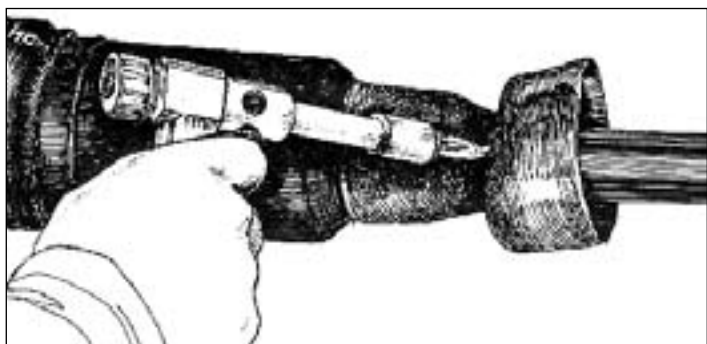

Рис. 4.3. - Усадка трубки ТУТ на конусе муфты
**4.2.4.** Точно также производят установку и усадку ТУТ на обоих конусах муфты (Рис. 4.3).